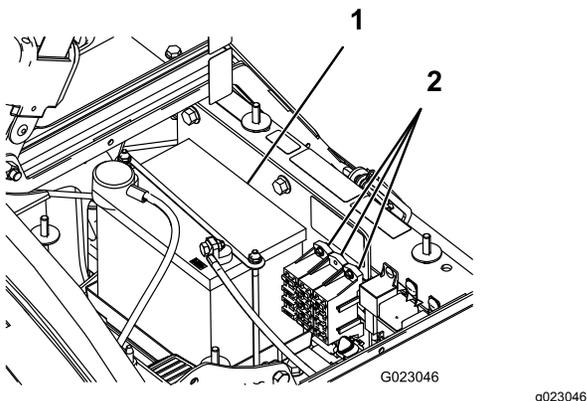

图48
电气系统中有 2 个保险丝模块和 1 个插槽。它们都位于座椅下面 图48。
2. 电池位于机器右侧泵的下方 图48。
5. 拆下电池固定装置和紧固件 图48。
2. 安装电池固定装置并使用之前拆下的紧固件进行固定 图48。
4. 安装电池盖使用 2 个旋钮固定 图48。
1. 松开电池盒两侧的旋钮取下电池盖 图48。